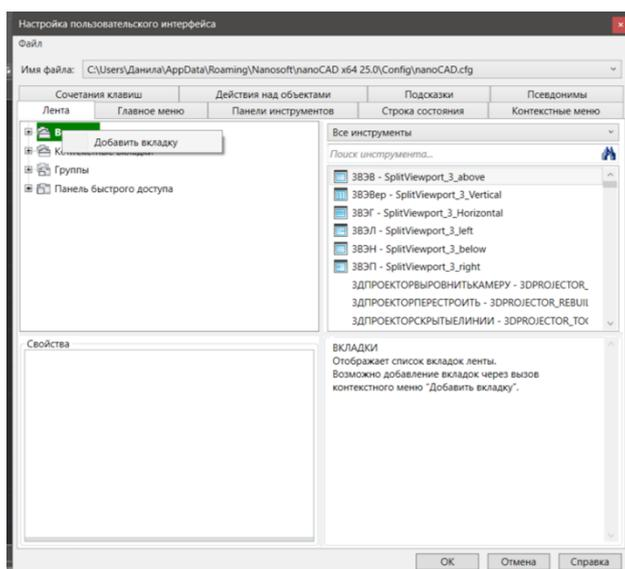

Рис. 2.11
1. Для того чтобы вставить новую вкладку, кликните правой кнопкой мыши на разделе Вкладки в дереве элементов ленты и из появившегося контекстного меню выберите опцию "Добавить вкладку" (рис. 2.11).